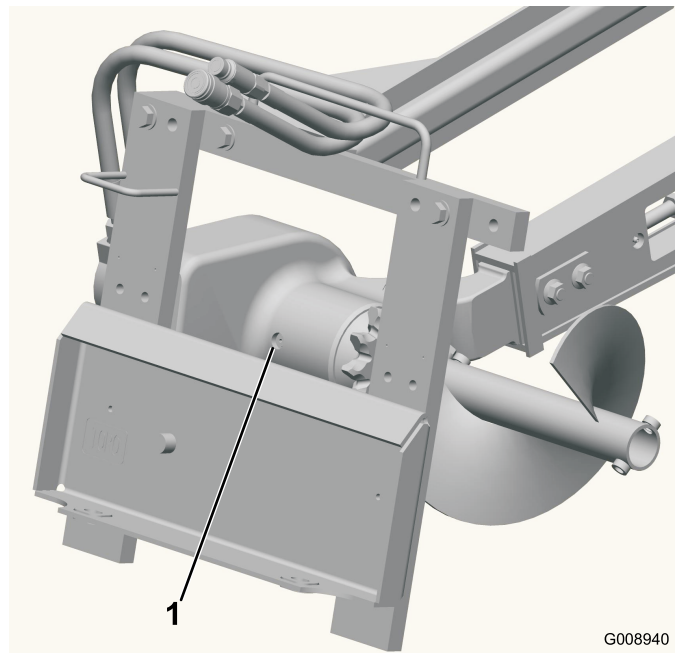

Figura 10
3. Pulite la zona attorno al tappo del foro di rifornimento sul lato del vano cuscinetti (Figura 10).
4. Rimuovete il tappo dal foro di riempimento (Figura 10).
1. Pulite la zona attorno al tappo del foro di rifornimento sul lato del vano cuscinetti (Figura 10).
2. Rimuovete il tappo dal foro di riempimento (Figura 10).